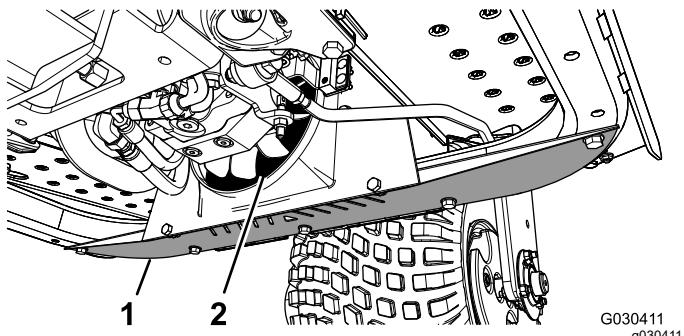

Рисунок 50
- Снимите нижний щиток (Рисунок 50).
- С помощью распылителя продуйте сжатым воздухом пространство между лопастями вентилятора (Рисунок 50), чтобы вынуть загрязнения с той стороны, откуда они были занесены.